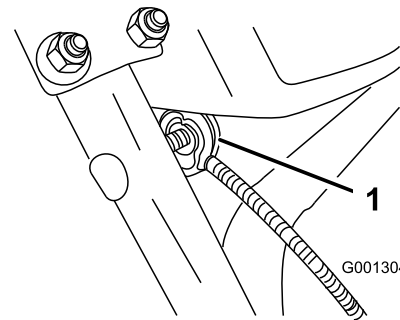

Figura 7
3. Retire la tuerca y la arandela de la palanca, conecte la abrazadera del cable al manillar, instale la arandela y la tuerca, y apriete la tuerca a mano (Figura 7).